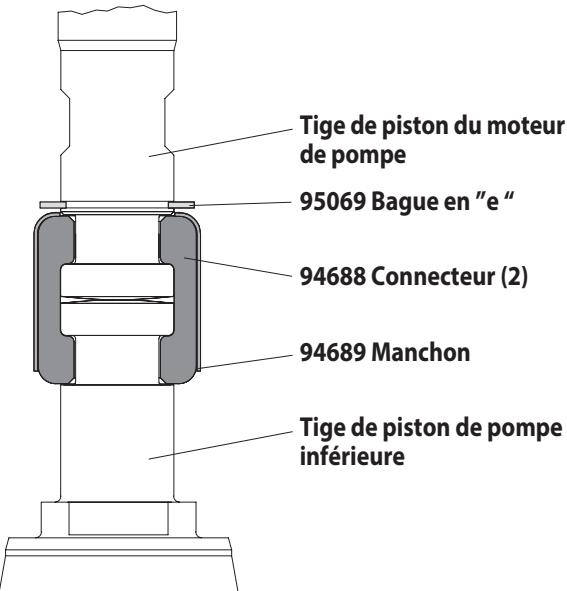

Figure 2
- À l'aide de la pince à circlips-e, glissez la (95069) Bague en "e" retenue assez loin pour permettre à la manche pour se déplacer vers le haut et relâchez les deux connecteurs (voir figure 2). Mettre de côté le moteur pneumatique.